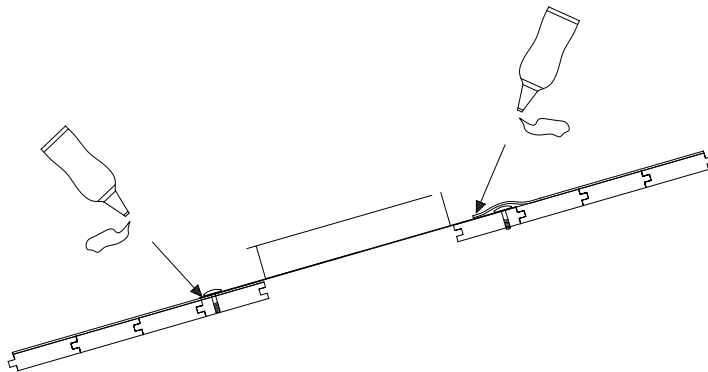

Рис. 5
2. 2. Пластины TUB следует разместить под покрывающим материалом вдоль направляющих балок перекрытий в верхней части, и внахлест на материал в нижней части, рисунок 2 и рисунок 5.
4. Изолируйте все стыки подходящим герметиком во избежание попадания осадков, рисунок 3 и рисунок 5